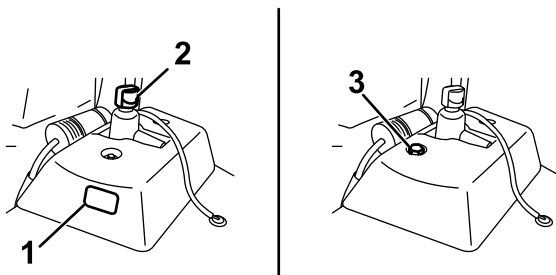

Figura 54
- se o depósito hidráulico auxiliar tiver uma janela de visualização, verifique o nível de óleo aí (**Figura 54**) e passe para o passo 5.
- se o depósito hidráulico auxiliar não tiver uma janela de visualização, localize a vareta na parte superior da máquina (**Figura 54**) e passe para o passo 3.